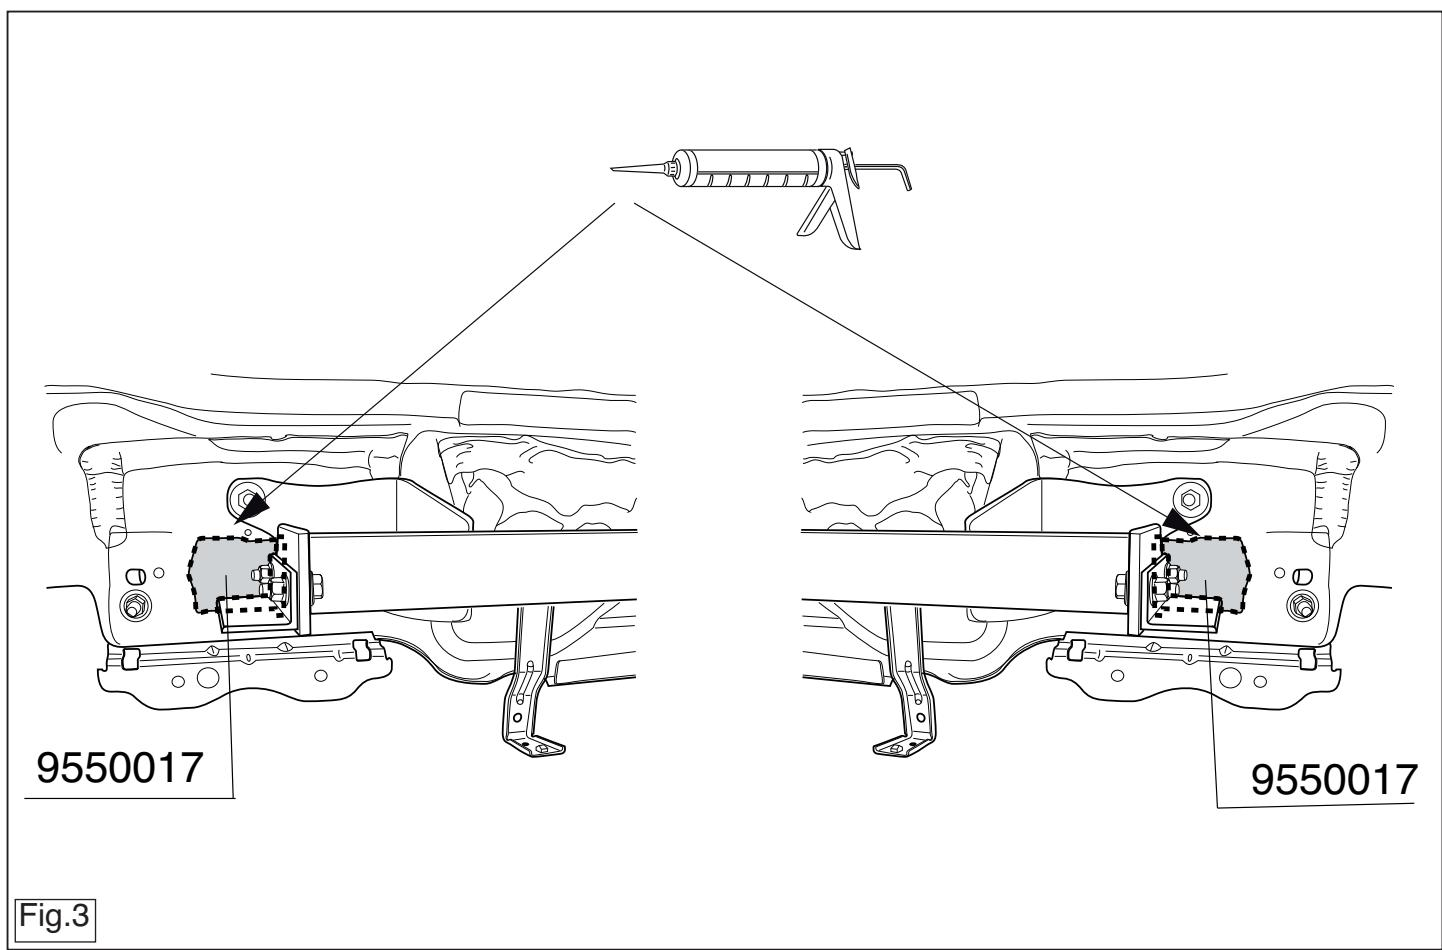

Fig.3
11. Place the two PE foam blocks as spacers in the chassis members. Seal the portions indicated (see fig. 3).
12. Monteer het voorruitdelen af (zie fig. 3).
11. Die zwei PE-Schaumblöcke als Dichtung in den Fahrgestellträger einsetzen. Die angegebenen Teile kitten (siehe Abb. 3).
Tillsit delarmen enligt figurern (se fig. 3).